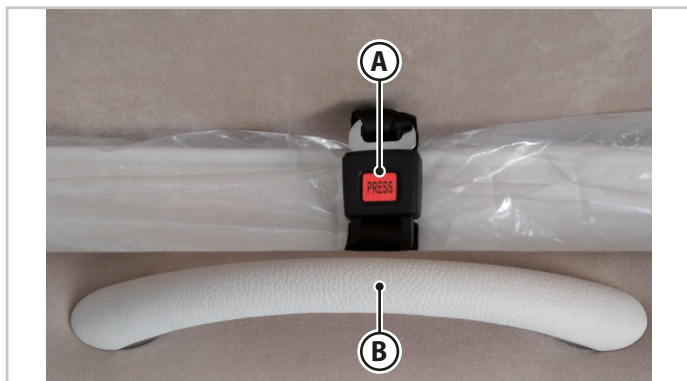

Fig.6.14 - Letto basculante anteriore
1. Sbloccare il dispositivo di sicurezza (**A** - Fig.6.14).
2. Agire sulla relativa maniglia di movimentazione (**B** - Fig.6.14) e portare il letto a fine corsa.
1. Agire sulla relativa maniglia di movimentazione (**B** - Fig.6.14) e portare il letto a fine corsa.
2. Assicurare nuovamente il letto utilizzando il dispositivo di sicurezza (**A** - Fig.6.14).